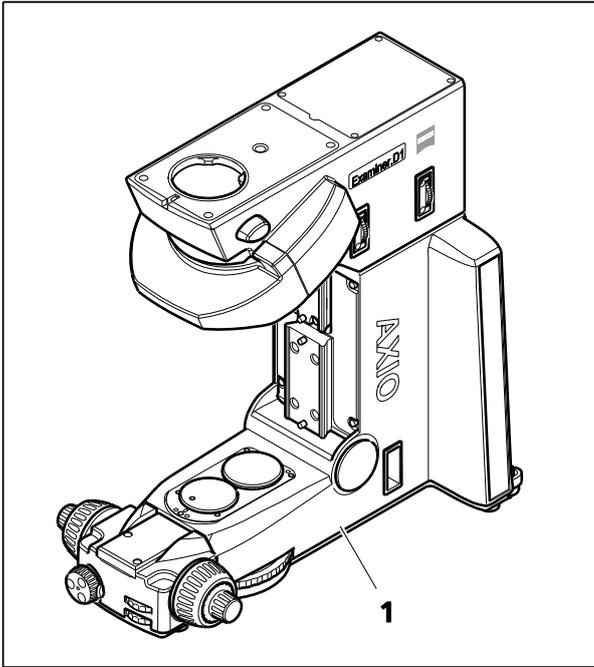

图 3-1 安装显微镜
- 将显微镜主机架（图 3-1/1）放在稳定、平整且不易燃的表面上。